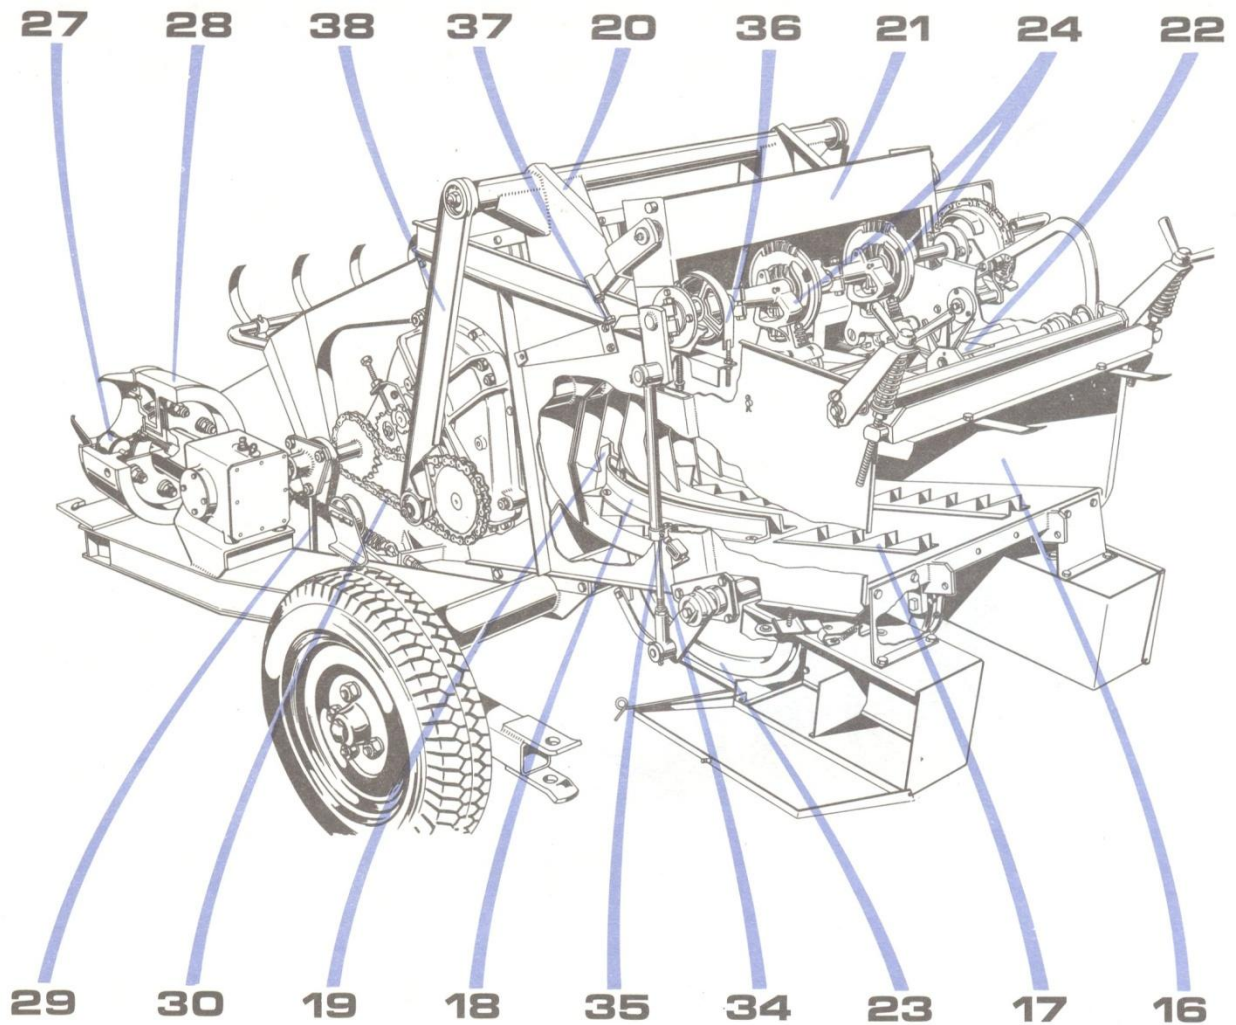

FIG. 2
Le système d'enclenchement des noueurs est du type moyenne densité et s'opère par l'intervention d'une éticile de mesure 22 fig.2 dont la rotation est assurée par la progression des balles vers la sortie du canal de compression.
- l'aiguille 23 fig.2 conduit la ficelle au noueur 24 fig.2 et la présente dans l'une des encoches du disque du reteneur 1 en ceinturant totalement la balle destinée à être liée.